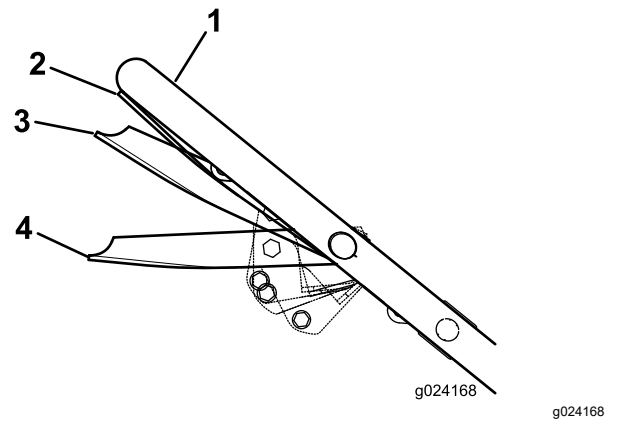

Figura 17
3. Apriete la barra de control de la cuchilla contra el manillar hasta la posición Marcha/avance (Figura 17).
**Importante:** Si cambia de velocidad mientras aprieta la barra de control de la cuchilla contra el manillar en la posición de Marcha/avance, podría dañar la transmisión. Mueva la barra de control de la cuchilla a la posición Marcha/cambio (Figura 17) antes de cambiar la velocidad de avance.